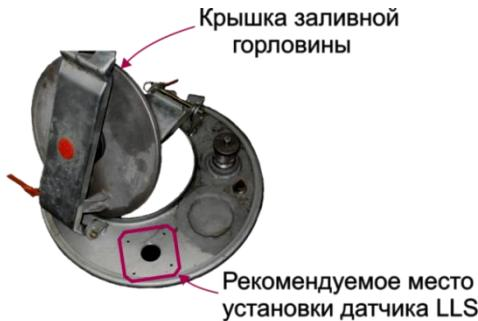

Рисунок 60
2. Выполнить п. 3.2, 3.4, 3.5, 3.6, с учетом рекомендуемого места установки датчика уровня топлива LLS на крышке заливной горловины (Рисунок 60).